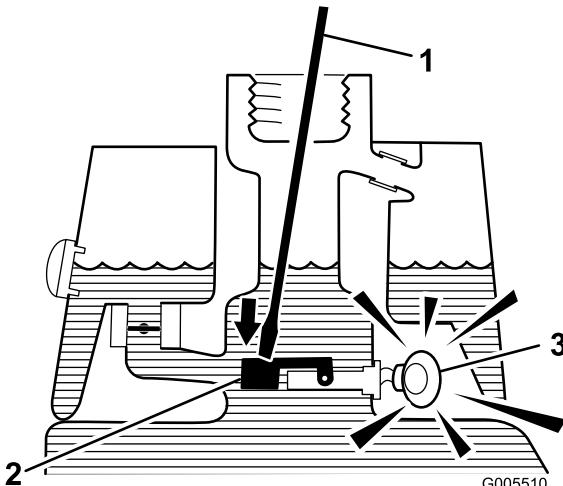

Figura 28
3. Inserite nel collo del serbatoio un'asta o un cacciavite puliti, e premete con cautela l'interruttore galleggiante (Figura 28). Dopo un secondo dovrebbe scattare l'allarme.